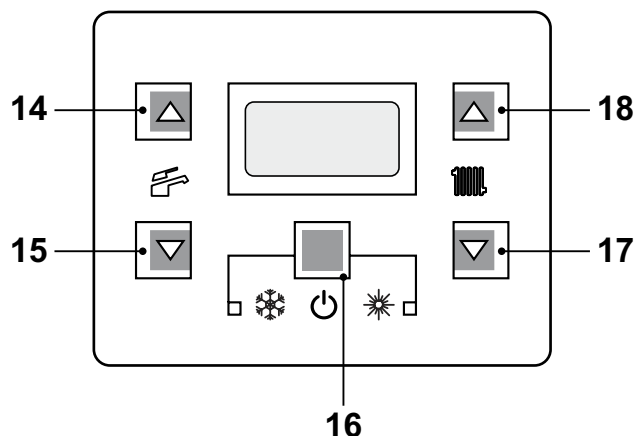
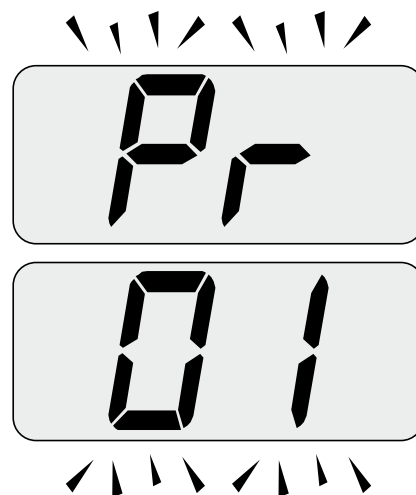
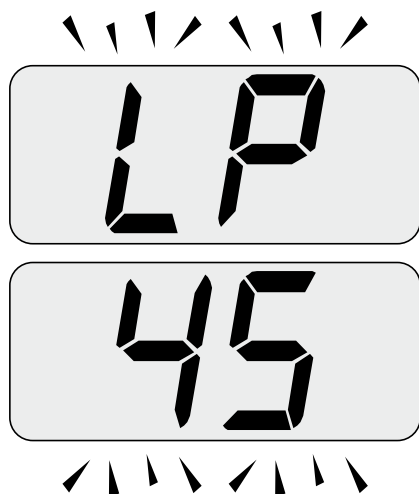
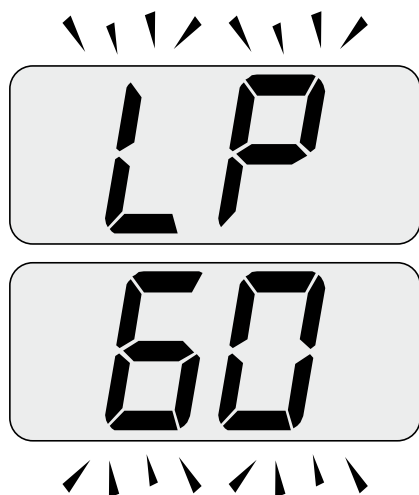

Figura 7.2
Figura 7.3
Figura 7.4
Figura 7.7
- Entrare in "modalità programmazione" premendo contemporaneamente per 10 secondi i tasti 16 - 17 - 18 (Figura 7.2 ) fino a far apparire sul display LCD le lettere **Pr** che si alternano con il codice **01**, indicanti l'entrata nel "parametro 01"(Figura 7.3 ) .
- Premere contemporaneamente i tasti 17 e 18 (Figura 7.2 ) fino a far apparire sul display LCD le lettere **LP** che si alternano con il valore di temperatura dell'acqua di riscaldamento (es. **45**), indicanti l'entrata nell'attivazione della "funzione spazzacamino" alla potenza minima (Figura 7.4 ).
- Premere il tasto 17 (Figura 7.2 ) fino a far apparire sul display LCD le lettere **LP** che si alternano con il valore di temperatura dell'acqua di riscaldamento (es.60), indicati l'entrata nell'attivazione della "funzione spazzacamino" alla potenza minima in sanitario (Figura 7.7 ).
2 secondi il tasto 16 (Figura 7.2 )fino a far apparire sul display LCD il simbolo  (Figura 7.8 ).